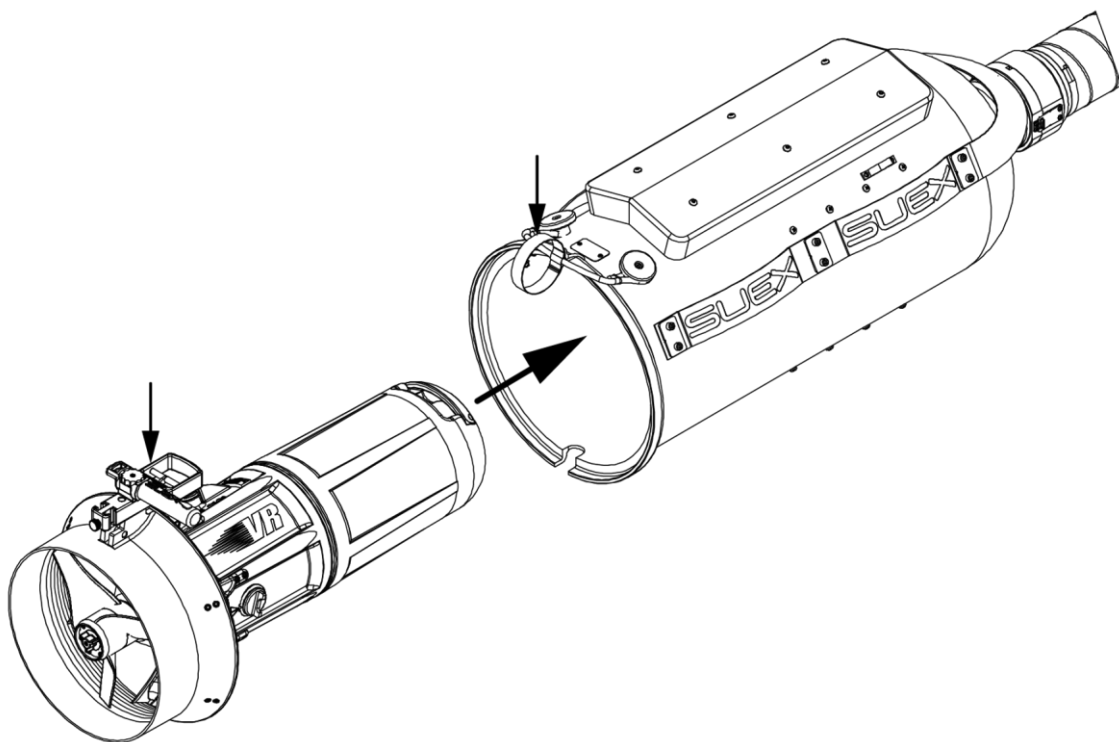

Fig.4 - Inserimento dello Scooter
- Infilare lo Scooter dal lato del musone all'interno del corpo dell'Aspiratore facendo attenzione di posizionarlo avendo la maniglia allineata con la fascia rossa dell'aspiratore (Fig. 4).